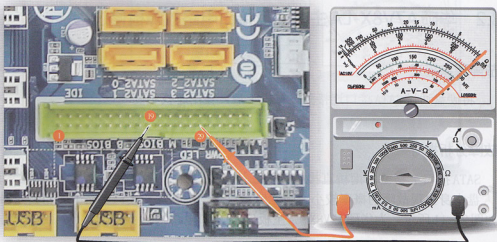

图 23-9 对地阻值的检测
- (2) 接下来在断电状态下进行检测, 分别检测 IDE 接口中各信号线引脚的对地阻值, 如图 23-9 所示, 在检测②脚对地阻值时, 测得值为趋于无穷大。